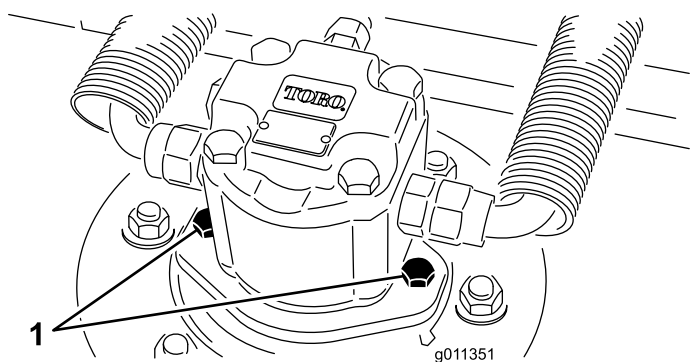

Figure 70
2. Débranchez et déposez le moteur hydraulique du plateau de coupe (Figure 70). Couvrez le dessus de l'axe pour éviter toute contamination.
3. Montez le moteur hydraulique sur le plateau de coupe (Figure 70). Vérifiez que le joint torique est en place et en bon état.